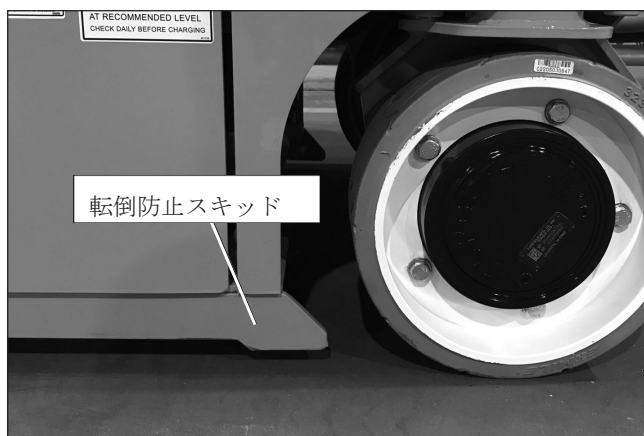

図8.9 - 転倒防止スキッド
3. トレーを収納した状態で転倒防止スキッドの下での最低地上高を確認します(図8.9を参照)。最低地上高は高所作業車の両側とも約2.63インチ(6.68 cm)でなければなりません。